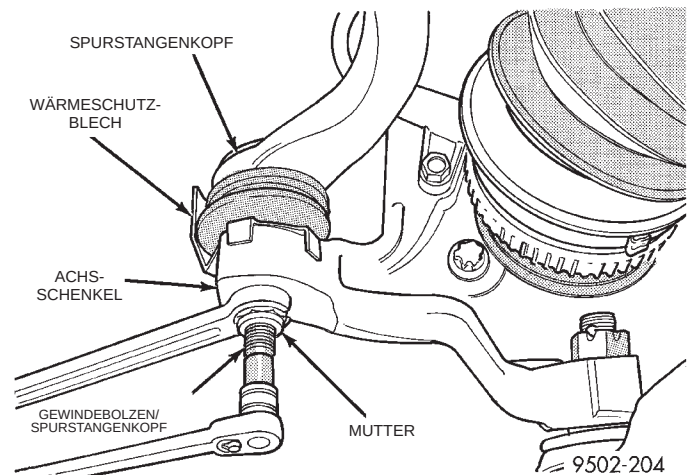
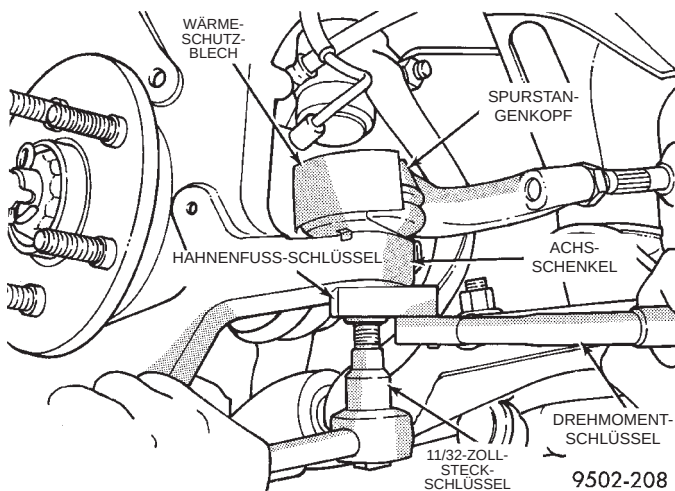

Abb. 64 Befestigungsmutter des Spurstangenkopfes ab-/anbauen
Abb. 73 Mutter des Spurstangenkopfes festziehen
(9) Die Mutter des Spurstangenkopfes vom Achsschenkel lösen (Abb. 64) **Die Mutter des Spurstangenkopfes nur nach der folgenden Anleitung lösen. Den Gewindebolzen des Spurstangenkopfes mit einem 11/32-Zoll-Steckschlüssel festhalten und die Mutter mit einem Ringschlüssel lösen (Abb. 64).**
ACHTUNG! Beim Einbau des Spurstangenkopfes am Achsschenkel muß zuerst das Wärmeschutzblech montiert werden (Abb. 73). Andernfalls kann die Dichtung des Spurstangenkopfes durch starke Wärmeentwicklung der Bremsscheibe beschädigt werden.
(8) Spurstangenkopf in den Achsschenkel einbauen. Mutter von Hand auf den Spurstangenkopf aufschrauben. Gewindebolzen des Spurstangenkopfes festhalten und die Mutter anziehen (Abb. 64). Dann mit einem Hahnenfuß-Schlüssel und 11/32-Zoll-Steckschlüssel (Abb. 73) die Mutter am Spurstangenkopf mit einem Anzugsmoment von 61 N·m (45 ft. lbs.) festziehen.